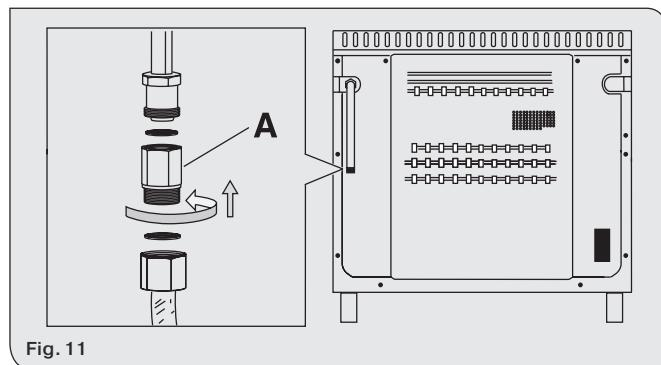

Fig. 11
- 2) con tubo flessibile in acciaio inox a parete continua, con collegamento meccanico in conformità alle norme vigenti (vedere fig. 11).